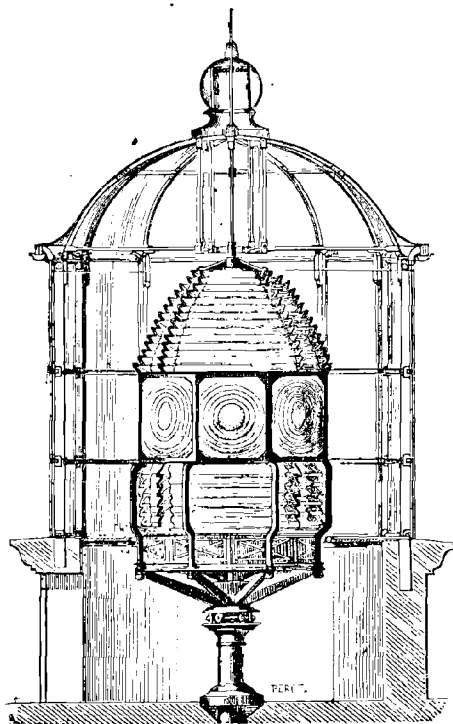

Fig. 107.
6. Les appareils de Fresnel sont dits *lenticulaires* (fig. 107). Le premier fut placé au phare de Cordouan, en 1822, et la manière dont il fonctionna en fit peu à peu installer de semblables dans tous les phares d'une grande importance, en France et à l'étranger. On n'a conservé les appareils catoptriques que pour les feux secondaires et les feux provisoires.